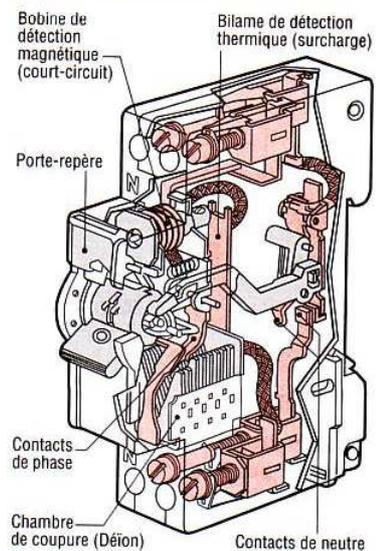

Fig. 8 : Disjoncteur phase + neutre (DX Legrand).
c) Commande du disjoncteur (fig. 8)